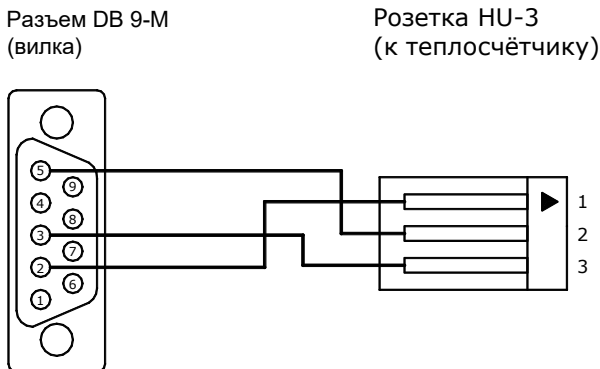
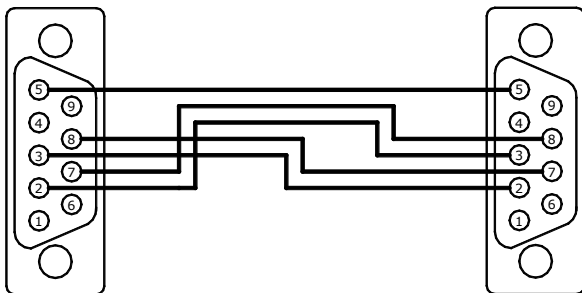

Рис. 7.4 Переходной кабель RS-232C (ТЭМ-106 – АПД)
Рис. 7.5
считывания данных по интерфейсу RS-232C в ПК необходимо подключить к переходному кабелю, изображенному на рис. 7.4, нуль-модемный кабель (см. рис. 7.5).
7.6.3 Для считывания данных по интерфейсу RS-232C в адаптер переноса данных необходимо подключить адаптер к переходному кабелю (см. рис. 7.4).